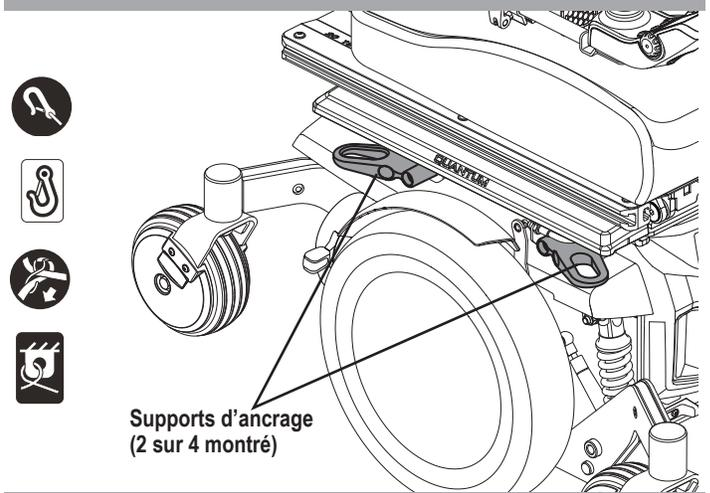

Figure 12. Support d'ancrage système transport
Si votre fauteuil motorisé est équipé d'un système d'ancrage pour le transport, celui-ci possède des supports avant et arrière pour l'ancrage et peut être équipé des supports pour la fixation de la ceinture de positionnement. **Voir la figure 12.** Référez-vous aux informations supplémentaires contenues dans le manuel du fauteuil motorisé pour les instructions sur l'utilisation du système d'ancrage.
- Fixez les quatre (4) courroies aux points d'ancrage désignés et identifiés par le symbole d'ancrage sur le fauteuil motorisé. **Voir les figures 12 et 13.** Serrez-bien les courroies pour retirer le jeu excessif.